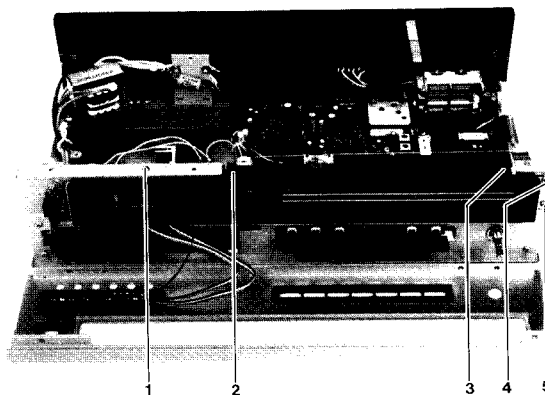

Fig. 2
- Die Schrauben 1–5, Fig. 2 entfernen und die Skalenblende abnehmen.
- Die Schrauben 1–5, Fig. 2 entfernen und die Skalenblende vorsichtig abnehmen.
- Remove screws 1–5, Fig. 2 and take away the dial mask.